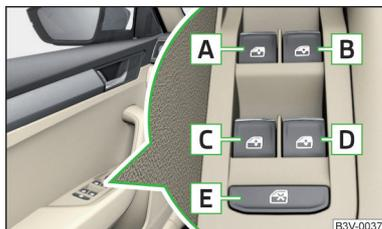

Fig. 48
Touches des lève-vitres » fig. 48.
➤ Appuyez sur la touche **E** » fig. 48.
Une fois la portière du conducteur ou du passager ouverte, l'utilisation confortable de la vitre est possible uniquement à l'aide du bouton **A** » fig. 48, en appuyant ou en tirant sur ce dernier pendant 2 s.
- Coupez le contact, ouvrez la portière conducteur et maintenez la touche  jusqu'à la butée en position ouverte » fig. 48 à la page 67.
- Coupez le contact, ouvrez la portière conducteur et maintenez la touche  jusqu'à la butée en position fermée » fig. 48 à la page 67.